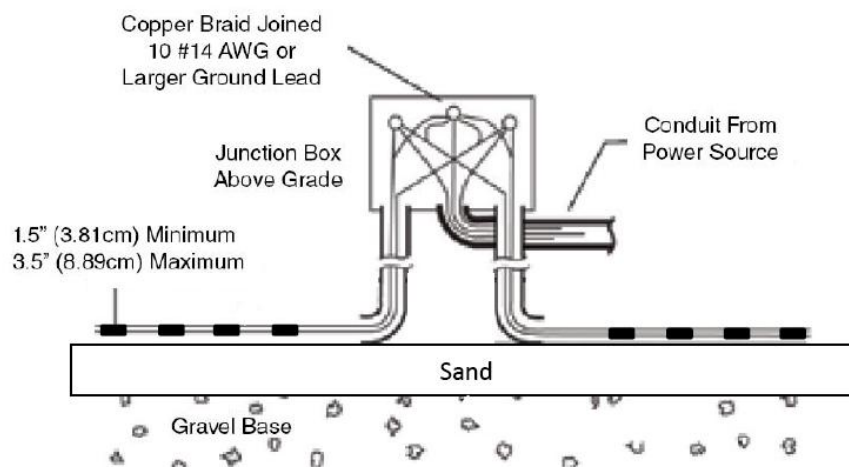

Fig.6.
- Lorsque la dalle peut être piétinés, faire des épissures dans la boîte de jonction et d'installer les lignes d'alimentation. Twist ensemble une longueur de la tresse de cuivre à la terre de toutes les pistes et positive se connecter à un continu 14 AWG ou plus fil de cuivre isolé s'étendant au panneau de distribution autour. Reportez-vous à Fig.6.